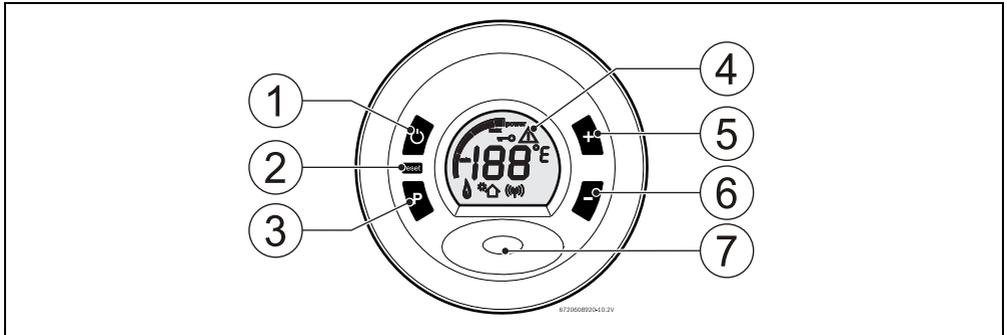

Fig. 4
Placer l'interrupteur principal (Fig. 4, pos. 1) sur la position marche (→ chapitre 4.3), de manière à mettre l'appareil en service.
Cet appareil est pourvu d'un système de détection des anomalies. La détection de ces anomalies s'effectue sur l'afficheur LCD (→ Fig. 4, pos. 4).